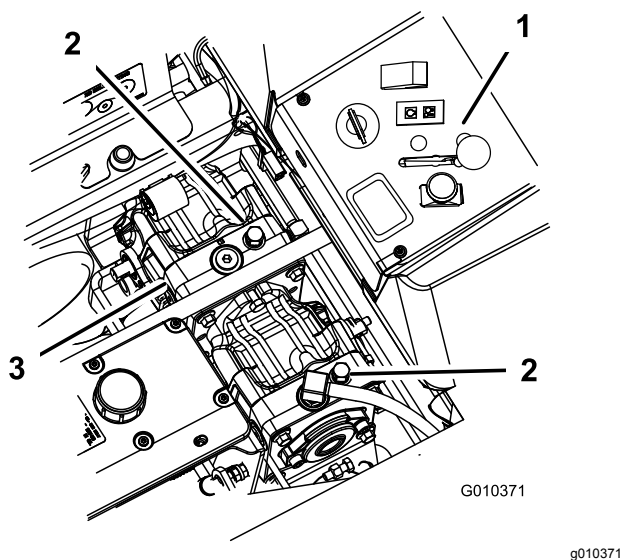

Figura 35
- Gire las válvulas de desvío una vuelta en sentido antihorario para empujar la máquina (Figura 35).
Gire las válvulas de desvío una vuelta en sentido horario para conducir la máquina (Figura 35).